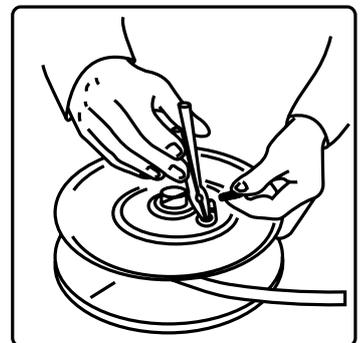
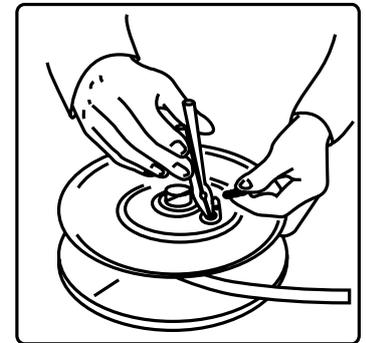

fig. 4d
fig. 5d
4. Turn the drum upside down and remove the latch and the latch spring (part nr 500110 and 500111, figure 4d); Turn the drum upside down and take the spring hub out of the drum (part nr 500115 and 500116, fig 5d).
4. Dele la vuelta al tambor y quite el trinquete y el muelle del trinquete (versión 500110 y 500111, fig 4d); quite el eje de sujeción del resorte (500115 y 500116, fig 5d).
4. Die Trommel umdrehen und die Arretierung mit Feder entfernen (Art. Nr 500110 und 500111, Bild 4d); die Achse entfernen (500115 y 500116, Bild 5d).